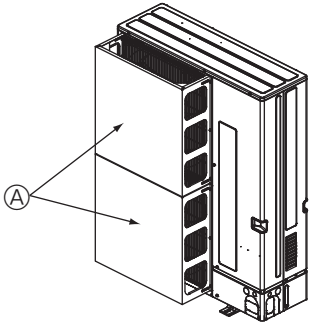

Fig. 2-16
- ① Ünite, tayfun ve başka nedenlerden oluşan güçlü rüzgârların doğrudan hava çıkışına girebileceği bir yere monte edilmişse, isteğe bağlı olarak sağlanan bir hava kılavuzu monte edin. (Fig. 2-16)